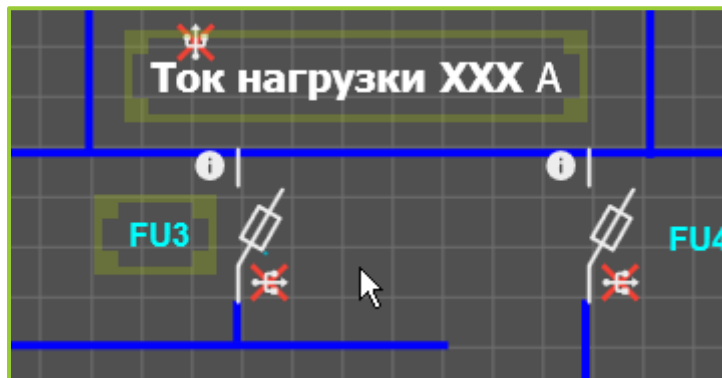

Рисунок 6.59 – Поэлементный выбор элементов
- Способ 2 – поэлементный выбор элементов. Осуществляется при зажатой клавише «Ctrl» на клавиатуре и указанием нажатием левой кнопкой мыши требуемых элементов схемы (рисунок 6.59).